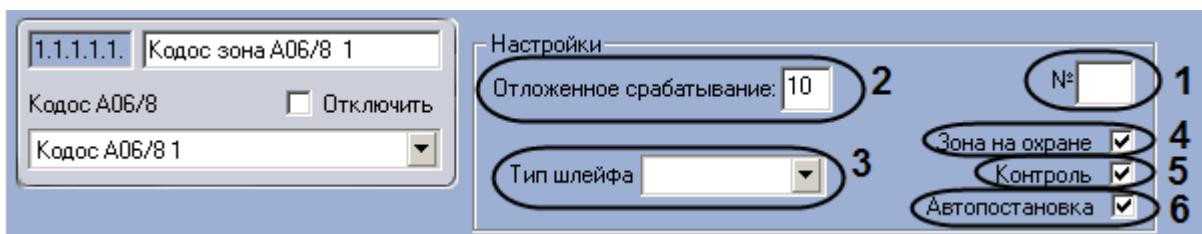

Рис. 3.6—9 Настройка шлейфа адресного блока Кодос А-06/8
- В поле **№** ввести аппаратный адрес подключения шлейфа (см. Рис. 3.6—9, 1).
- Указать в поле **Отложенное срабатывание** период времени в секундах, который должен пройти с момента срабатывания датчиков в зоне до инициализации тревоги в системе (см. Рис. 3.6—9, 2).